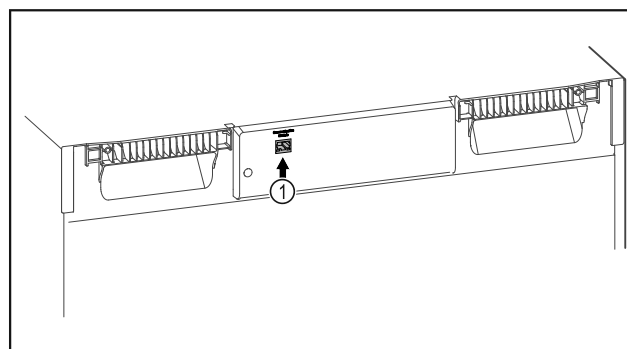

Fig. 93
- A SmartModule Fig. 93 (1) be van helyezve.